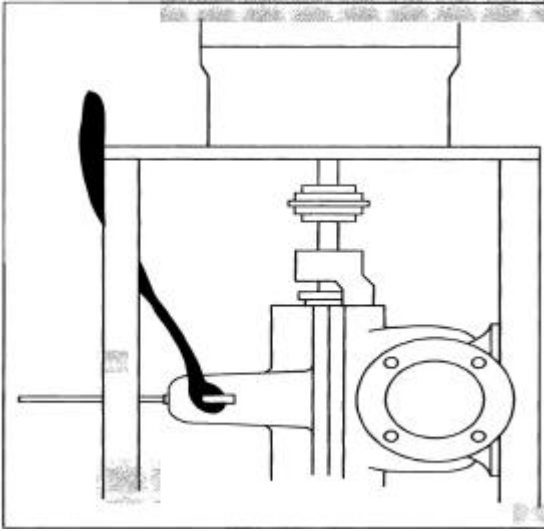

FIGURA 55 – ESLINGA DE NYLON ALREDEDOR DE LA MITAD DE LA CARCAZA SUPERIOR
5. Embrague alrededor de las orejas de la mitad superior de la caja utilizando una eslinga de nylon, jalando las eslingas de manera que no sea posible que éstas se deslicen. (Consulte la Figura 55).